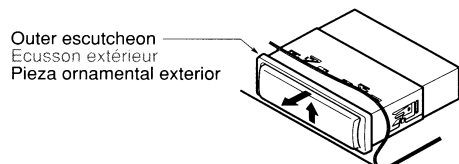

Figure 8 / Figure 8 / Figura 8
3. Press the outer escutcheon upward and remove it. (Figure 8)
3. Presser l'écusson extérieur vers le haut et le retirer. (Figure 8)